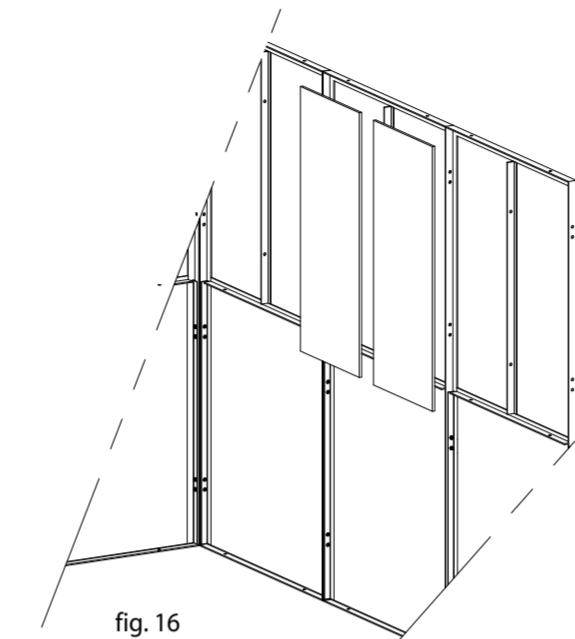
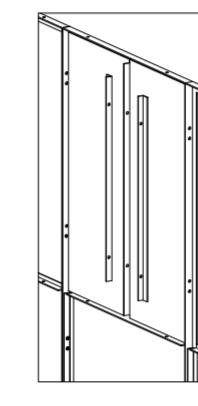
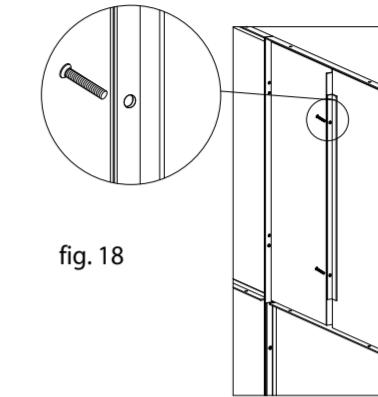
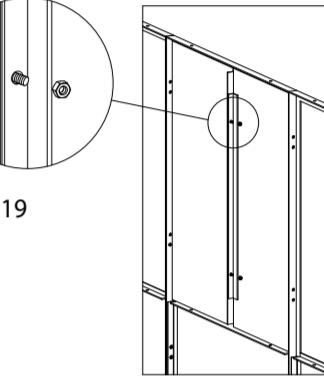

fig. 16
fig. 17
fig. 18
fig. 19
Prendere due schermi di policarbonato (fig. 16) e inserirli negli appositi spazi sul pannello laterale posizionato al centro (cod. PSLAT o PSLATCF), facendoli seguire da due profili a "L" (fig.17). Far coincidere i fori dei due profili a "L" con i fori del profilo a "T" della parte superiore del pannello e inserire le apposite viti nei fori passanti (fig. 18). Bloccare il tutto con i dadi filettati corrispondenti (fig. 19).
Take two polycarbonate screens (fig. 16) and insert them in the spaces provided on the side panel positioned in the centre (codes PSLAT or PSLATCF), following them with two "L" profiles (fig. 17). Match the holes of the two "L" profiles with the holes of the "T" profile of the upper part of the panel and insert the screws provided in the through holes (fig. 18). Fix everything with the corresponding threaded nuts (fig. 19).
Prendre deux écrans en polycarbonate (fig. 16) et les installer dans les espaces prévus sur le panneau latéral placé au centre (cod. PSLAT ou PSLATCF), en les faisant suivre par deux profils en "L" (fig. 17). Faire coïncider les trous des deux profils en "L" avec les trous du profil en "T" de la partie supérieure du panneau et insérer les vis dans les trous passants (fig. 18). Bloquer le tout avec les écrous filetés correspondants (fig. 19).
**E** Una vez que la estructura se ha fijado en el suelo hay que montar las pantallas de policarbonato. Cada paquete contiene dos pantallas, es decir, el número necesario para completar un panel. Los códigos de los paquetes se indican en la LISTA DE COMPONENTES. Las pantallas pueden colocarse de cualquier lado ya que ambas caras son lisas y tienen protección UV. Tomar dos pantallas de policarbonato (fig. 16) e introducirlas en los respectivos espacios del panel lateral del centro (cód. PSLAT o PSLATCF). Introducir dos perfiles en "L" (fig. 17). Hacer coincidir los orificios de los perfiles en "L" con los orificios del perfil en "T" de la parte superior del panel e introducir los tornillos (fig. 18). Bloquear con las tuercas roscadas (fig. 19).
**D** Nachdem die Struktur am Boden befestigt wurde, geht man zur Montage der Polycarbonatscheiben über, mit denen die Struktur definitiv blockiert wird. Diese Scheiben sind paarweise verpackt, und in jeder Schachtel ist die erforderliche Menge enthalten, um eine Platte des Gewächshauses zu vervollständigen (die Artikelnummern der Frachtstücke sind in der Tabelle VERZEICHNIS DER BAUTEILE aufgeführt). Die Scheiben sind beidseitig glatt und UV-geschützt, sie können also eingesetzt werden, ohne auf die Seite zu achten. Zwei Polycarbonatscheiben (Abb. 16) nehmen und an den dafür vorgesehenen Stellen an der mittleren seitlichen Platte (Art. PSLAT oder PSLATCF) einsetzen. Darauf folgen zwei "L"-Profile (Abb. 17). Die Löcher der zwei "L"-Profile mit den Löchern des "T"-Profils der Oberseite der Platte zusammenbringen und die entsprechenden Schrauben in die durchgehenden Löcher stecken (Abb. 18). Das Ganze mit den jeweiligen Gewindemuttern blockieren (Abb. 19).